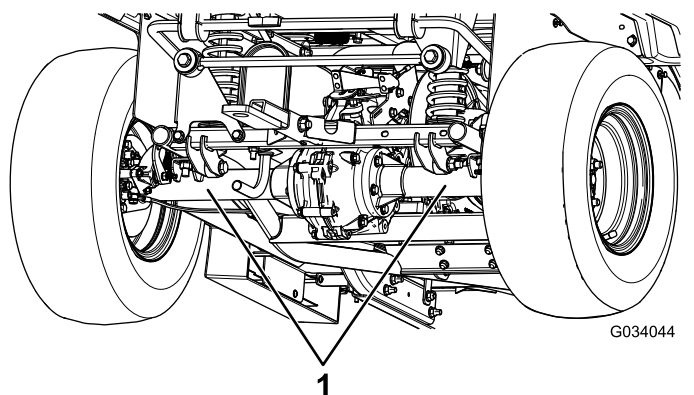

Рисунок 22
- Точка подъема в задней части автомобиля находится под трубами моста (Рисунок 22).